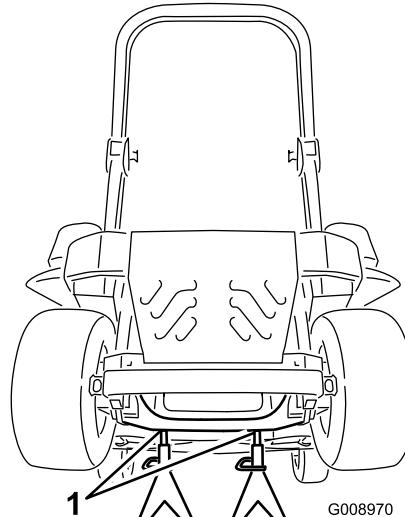

Figura 89
3. Levante la máquina y apóyela sobre gatos fijos (Figura 89).
- 9. Retire los gatos fijos y baje la máquina (Figura 89).